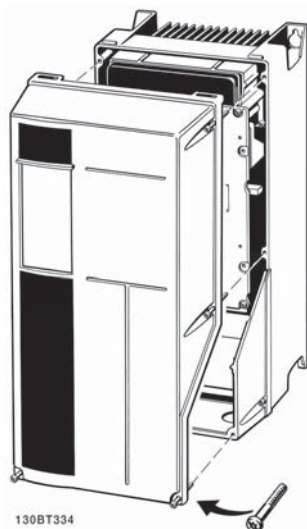

Рисунок 2.18 Доступ к подключению элементов управления в корпусах A4, A5, B1, B2, C1 и C2
- Или снимите переднюю крышку, ослабив крепежные винты. См. Рисунок 2.18.